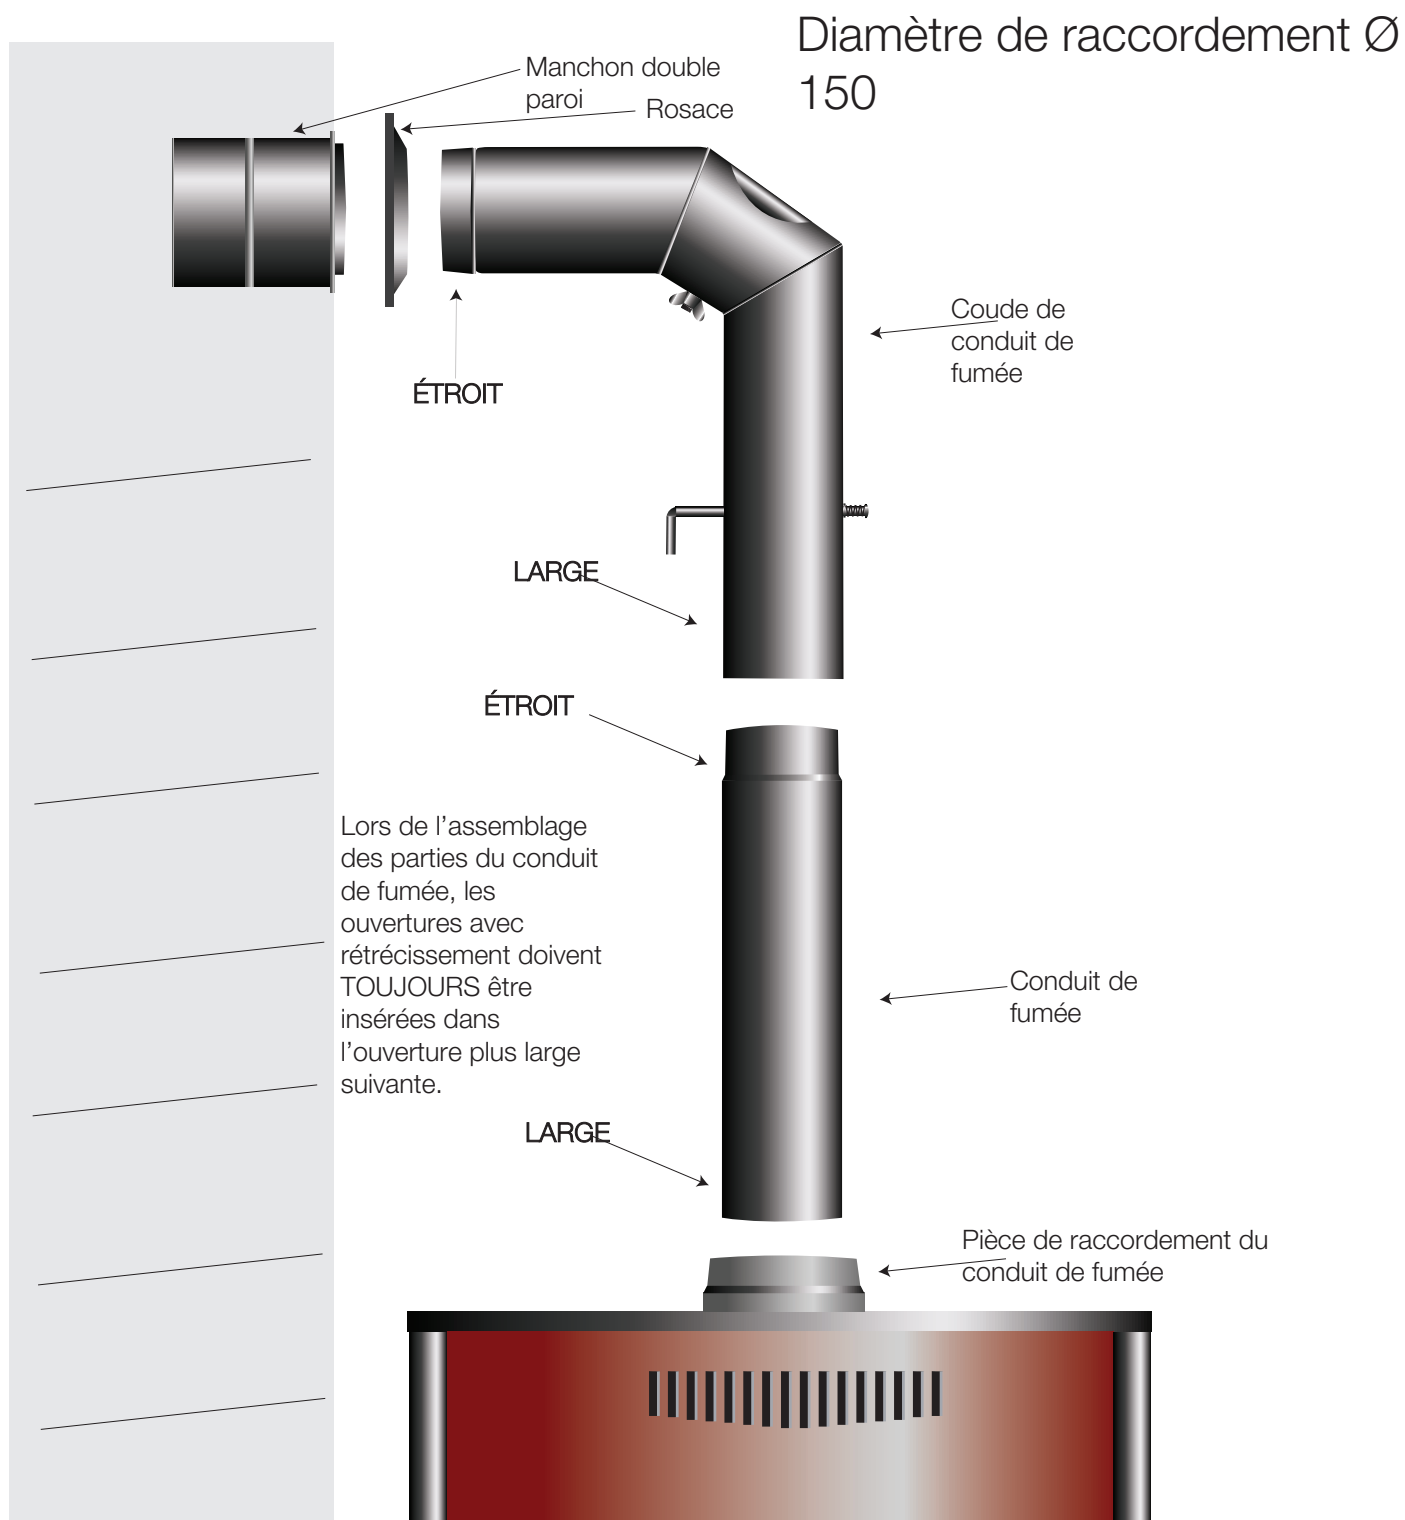

Figure 1 Raccordement du poêle à bois au conduit de cheminée
2. Figure 1 – Raccordement du poêle au conduit de fumée	Page 5